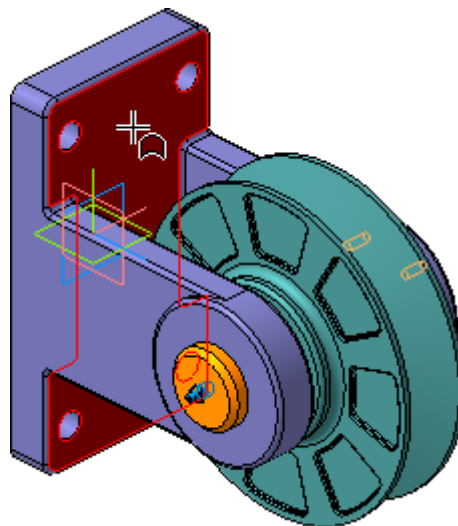

Рисунок 28.
- Затем укажите вертикальную грань Вилки (рис.28).